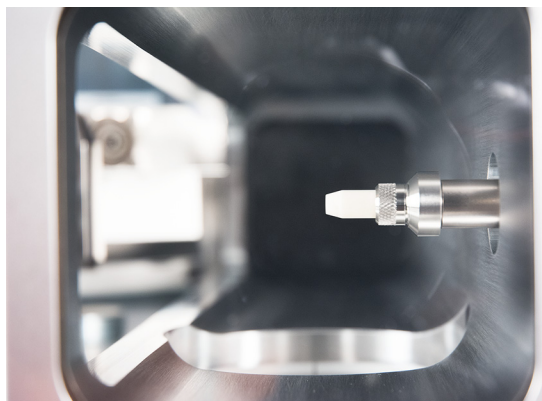

Рис. 5. Установка капиллярной колонки в интерфейс GX-МСД для источника ЭУ XTR, SS, инертного источника или источника ХИ
При установке источника ЭУ XTR, SS, инертного источника или источника ХИ (см. Рис. 5) колонка выступает примерно на 1 мм над направляющей трубкой колонки.
- Уплотнитель наконечника интерфейса (G3870-20542) (см. **Рис. 5** на стр. 51 и **Рис. 6** на стр. 52) (Не используется с источником ЭУ SS и инертным источником)
- При установке источника XTR, SS, инертного источника или источника ХИ (см. Рис. 5 на стр. 51) колонка выступает примерно на 1 мм.